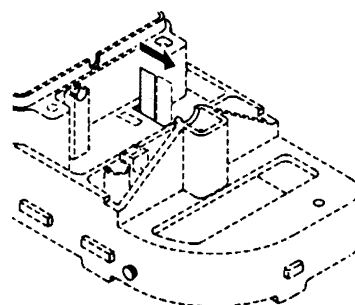

Abb. 17
- ▶ Metallstreifen seitlich lösen, nach unten entnehmen (Abb. 17 und 18).